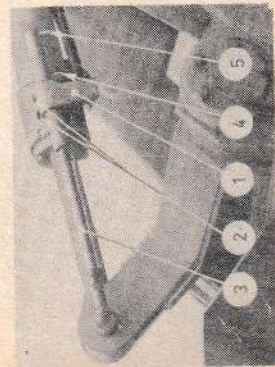

Bild 8
4. 303 Beim Laden liegt die Schaufel waagrecht auf dem Boden auf oder ist bei grobstrückigem Ladegut wenig nach vorn geneigt. Um beim Rückkippen aus der Auskippstellung diese Ladestellung bei allen Höhen zu finden, ist (Bild 8) am Kippzylinder eine Vorrichtung (1) angebracht, die über eine am Kolbenstangenauge angelenkte Stange (3) einen Schalter betätigt, der beim Passieren der Ladestellung die Ladestellungs-Anzeileuchte (2) Bild 7 aufleuchten läßt. Wird beim Ansprechen dieser Leuchte der Kippventilhebel (21) Bild 7 auf Mittelstellung gebracht, dann befindet sich